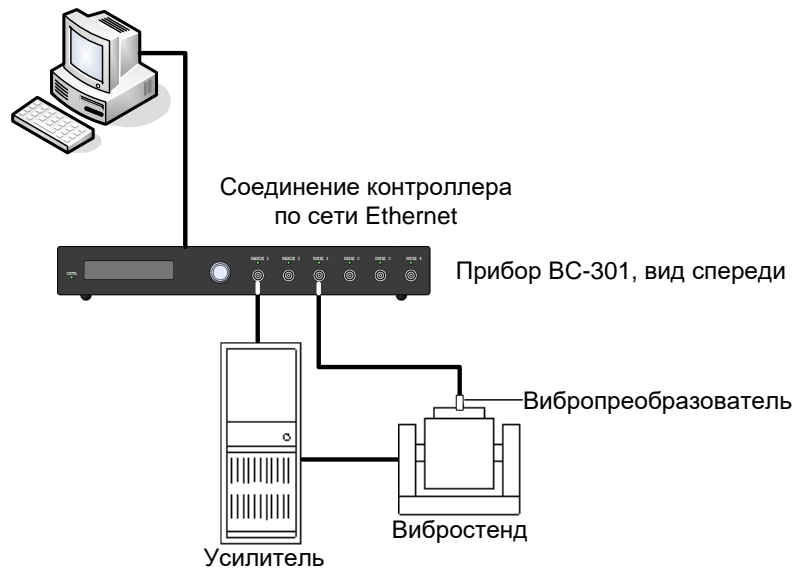

Рис. 6 Схема включения контроллера «ВС-301» в вибрационную установку
4. подключите вход усилитель мощности к выходу Системы (см. Рис. 6);
6. подключите датчик посредством BNC-кабеля к одному из входных каналов («Вход 1» – «Вход 4»), настроенному как управляющий, на передней панели контроллера (на Рис. 6 показано подключение к первому каналу);